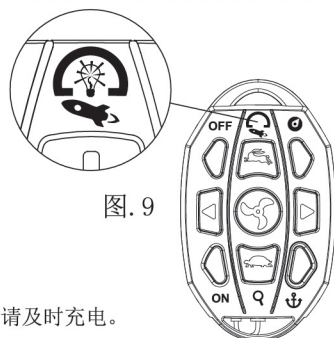

图.9
4. 按下电源键“OFF”关闭遥控器，指示灯灭。(如图.9)